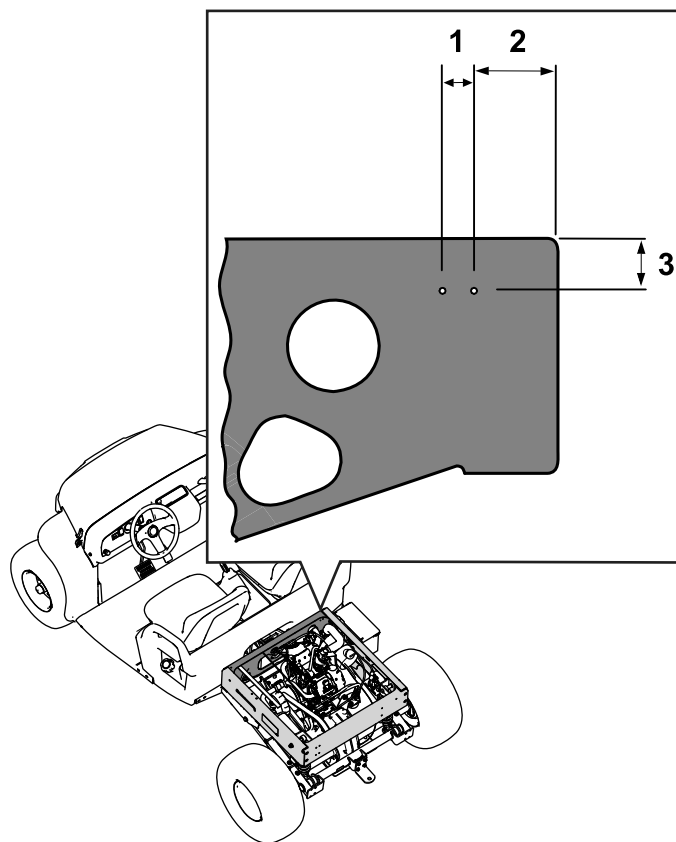

Figure 2
1. Mesurez et percez 2 trous ($\frac{1}{8}$ ") dans le côté droit de la plaque avant du cadre arrière. Reportez-vous à la Figure 2 pour l'emplacement correct des trous dans la plaque avant.